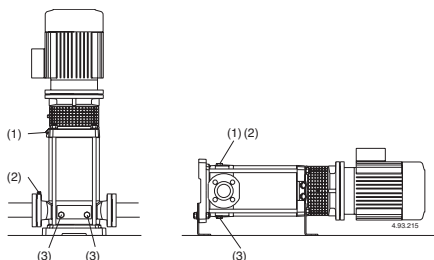

Fig. 4 (1) Remplissage et évent
Avec la **pompe au dessus du niveau de l'eau** (fonctionnement en aspiration, **fig. 3A**) ou avec un niveau d'eau en charge non suffisant (inférieur à 1 m) pour ouvrir le clapet de non-retour, remplir le tuyau d'aspiration et la pompe à travers du trou approprié (1) (**fig. 4**).
(2) Event aspiration
(3) Vidange
Avec le niveau d'eau côté aspiration sur la pompe (fonctionnement en charge, fig. 3B), remplir la pompe en ouvrant lentement et complètement la vanne sur le tuyau d'arrivée, en tenant ouverte la vanne de refoulement et les bouchons (1), (2) (fig. 4) pour purger l'air.
Serrer les bouchons d'évent (1), (2) (fig. 4), pour MXV-B, MXV(L) 25-32-40 et MXV(L)4 25-32-40 serrer la vis-épingle (14.17) dans le bouchon de vidange (14.12) (fig. 4b) et fermer l'évent (14.04).
Si l'on constate une perte d'amorçage (interruption du flux au refoulement, bien que les vannes soient ouvertes) ou si l'on note une oscillation de la pression indiquée par le manomètre, repurger le tuyau d'aspiration (2), vérifier que tous les joints du tuyau d'aspiration soient parfaitement étanches et fermer les bouchons de purge (2) et les bouchons de vidange (3) sur l'aspiration (fig. 4).
Si possible comme dans le cas d'utilisations temporaires avec des liquides sales, faire fonctionner la pompe avec de l'eau propre pour éliminer les dépôts. Préférer le rinçage immédiat de la pompe avec de l'eau propre (environ 40 litres), remplir par le bouchon (1) sur le refoulement et vidanger par le bouchon (3) sur l'aspiration (fig. 4.).
Avant le démontage, débrancher la pompe de toutes sources d'alimentation électrique, fermer les vannes d'aspiration et tuyaux de refoulement et vider le corps de pompe (Fig. 4).